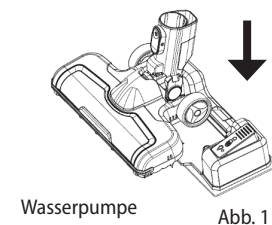

Abb. 1
1. Wenn sie beim Staubsaugen auch wischen möchten, legen Sie die Turbobürste in den Wasservorratsbehälter (14) ein, und drücken Sie diese leicht an, bis Sie das Einrasten hören (Abb. 1).